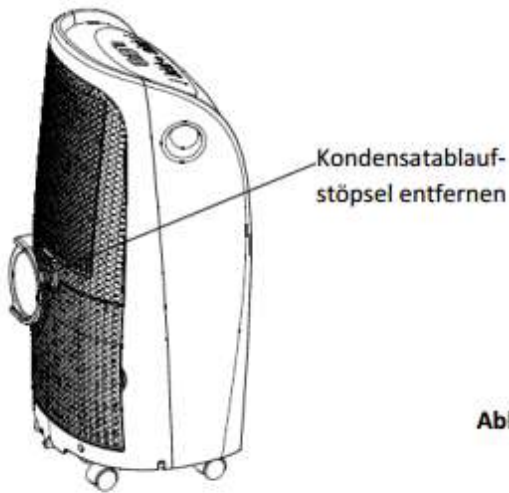

Abb. 21
- Entfernen Sie während der Entfeuchtungs-Modi den Kondensatablauf-Stöpsel an der Rückseite des Geräts, schließen Sie an den Kondensatablaufadapter (5/8" Anschluss) einen 3/4" Schlauch an (lokal zu besorgen). Bei Modellen ohne Anschlussstück schließen Sie den Ablaufschlauch direkt an die Öffnung an. Positionieren Sie das andere Ende des Schlauchs direkt über einem Ablauf Ihres Fußbodens. Bitte beachten Sie Abb. 21 & 22.